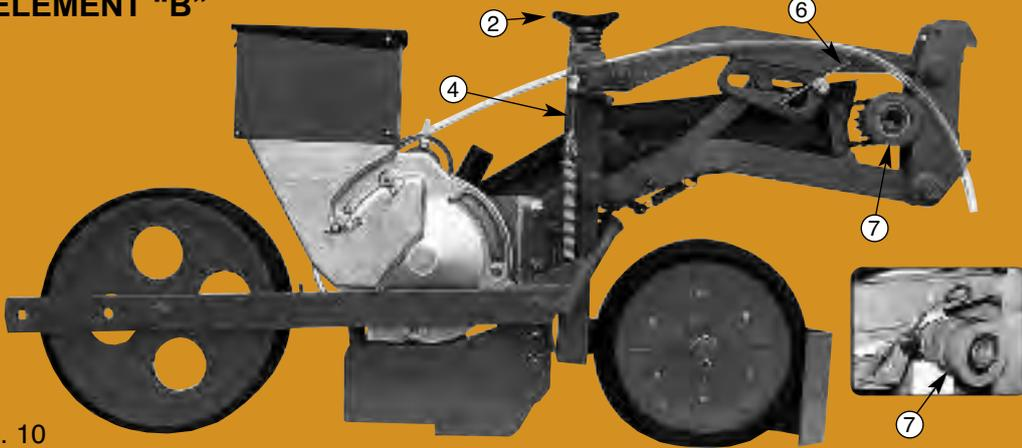

Fig. 10
ÉLÉMENT SEMEUR Version D (fig. 10) pour inter-rangs de 26 cm et plus
- ① Klutenräumer : Für die Höheneinstellung bitte die Flügelmuttern verwenden. Um sie gerade auszurichten verwenden Sie die Schraube (1). Die Klumpenentferner Sollten sorgfältig eingestellt werden.
- ② Tefeneinstellung mittels Handkurbel : Um die Höhe der vorderen Rolle zu regulieren ; beachten Sie die Markierungen auf der Skala.
- ③ Druckeinstellung für die Zwischenandruckrolle.
- ④ Druckeinstellung der hinteren Andruckrollen : Diese Einstellung ist wichtig, um einen gleichmäßigen Druck auf die Vordere und hintere Andruckrolle zu bekommen. Die Elemente laufen dadurch stabil und es ergibt sich eine gleichmäßige Saattiefe.
- ⑤ Höhen-u. Druckeinstellung der mittleren Zustrreicher : wenn notwendig Federn lösen
- ⑥ Ausheben der Elemente in Transportstellung : wenn Sie die Feder aushaken kann des Element in Transportstellung ausgehoben werden.
- ⑦ Ausschalten des Antriebs : durch 1/4 Drehung der Antriebskappe (fig. 10).
Element Version B (Fig.10) für Reihenabstände von 14 cm (5 1/2") und mehr
- ① Clod removers : height adjustment using the wing nut - straighten them up if necessary using the bolt (a). The clod removers should be carefully adjusted.
- ② Depth control hand wheel : for adjusting the height of the front wheel.
- ③ Down pressure on the intermediate press wheel.
- ④ Down pressure on the rear wheel : this adjustment is important as it regulates the balance between the front rear wheels and thus the stability of the planter unit and the regularity and the depth.
- ⑤ Height and pressure of the intermediate hillers : unhook the springs if necessary.
- ⑥ Lock-up of the planter unit in an up position : when the spring is unnotched, the unit can be locked up in a raised position.
- ⑦ Individual disengaging : slide the cam and turn 1/4 turn (fig. 10).
PLANTER UNIT B VERSION (fig. 10) for row spacing of 14 cm (5 1/2") and more
- ① Quita-terrones. Regulación de la altura con la tuerca-mariposa-restablecer el aplomo, si es necesario, con el tornillo (A). Se debe regular el quita terrones con atención.
- ② Volante de regulación del terraje : acciona la altura de la rueda delantera.
- ③ Presión de la ruleta intermedia.
- ④ Presión de la rueda trasera : esta regulación es importante, de ella depende el equilibrio con la rueda delantera, por consiguiente la estabilidad del cuerpo y la regularidad del enterramiento.
- ⑤ Altura y presión de las racletas intermedias : soltar los muelles si necesario.
- ⑥ Anganche del cuerpo en posición alta : en función de su posición, el muelle libera ó no el diente de enganche.
- ⑦ Desembrague individual : empujar a fondo el volante y girar un cuarto de vuelta (fig. 10).
CUERPO SEMBRADOR Versión B (fig. 10) entrefilas de 14 cm ó más